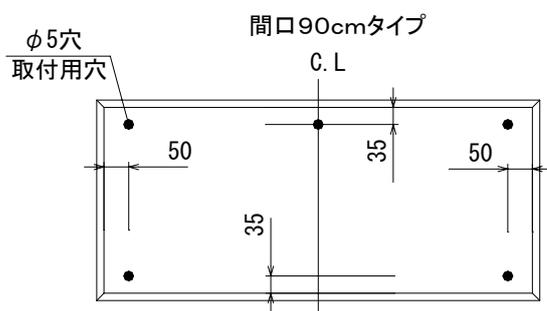

図5-1-1
- ①すべての扉をはずしてください。
- ②キャビネット背板の所定の位置にΦ5の穴を加工してください。(図5-1-1)
- ③連結するキャビネット側板のどちらか一方の所定の位置にΦ5の穴を加工してください。